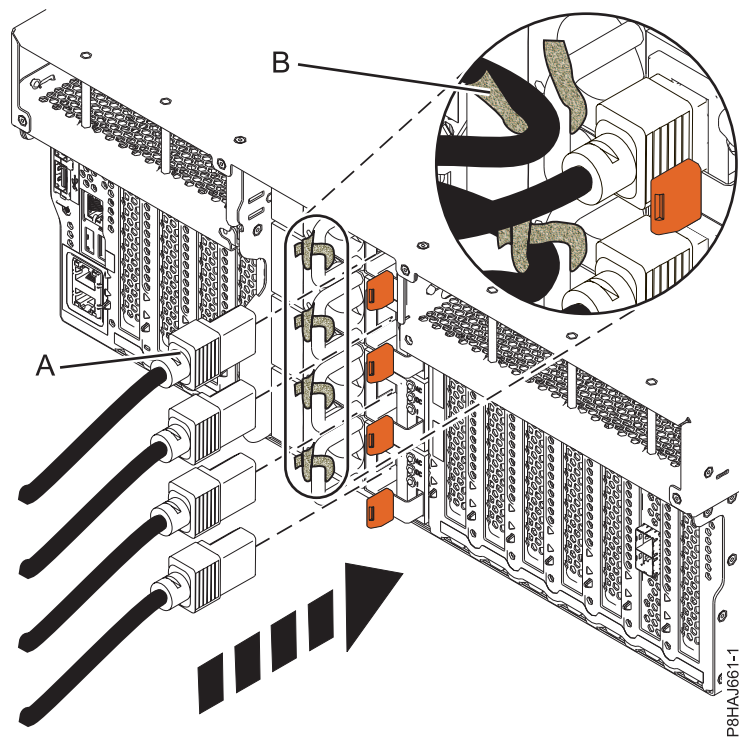
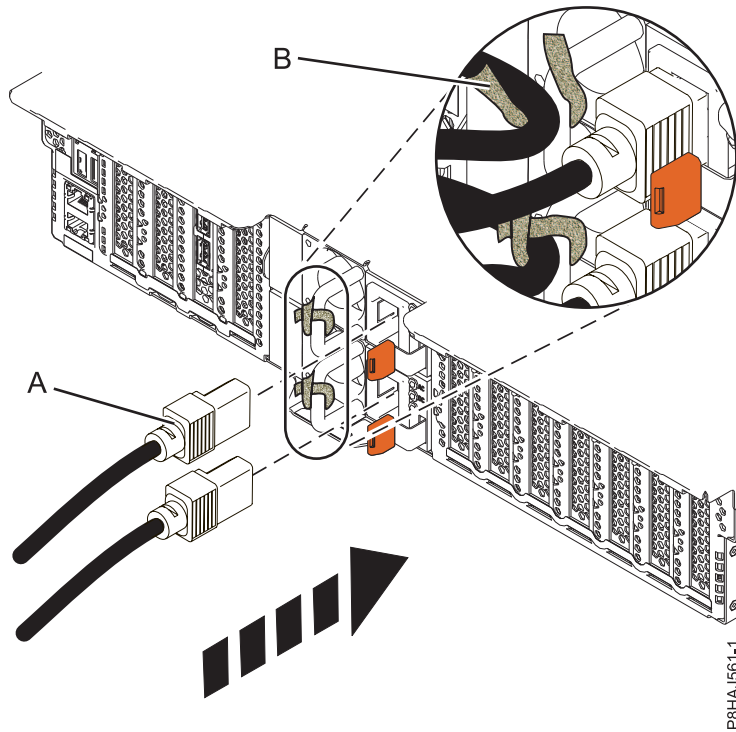
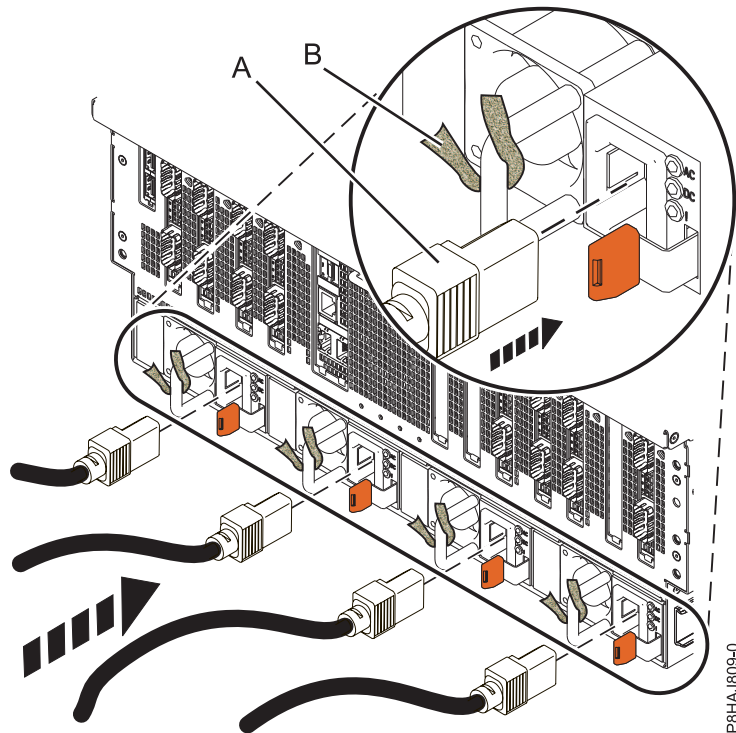

Figura 52. Conexión de los cables de alimentación a un sistema 8247-42L, 8286-41A o 8286-42A
Figura 53. Conexión de los cables de alimentación a un sistema 5148-21L, 5148-22L, 8247-21L, 8247-22L, 8284-21A o 8284-22A
Figura 54. Conexión de los cables de alimentación a un sistema 8408-44E o 8408-E8E
2. Vuelva a conectar los cables de alimentación (A) a la unidad del sistema. Consulte la Figura 52 en la página 98, la Figura 53 en la página 99 o la Figura 54 en la página 99, dependiendo del tipo de sistema. En Figura 49, se muestran los conectores de corriente alterna (CA) y de corriente directa de alto voltaje (HVDC) soportados. La Figura 50 en la página 98 y la Figura 51 en la página 98 muestran los conectores admitidos y la unidad de distribución de alimentación (PDU) para 8408-44E.